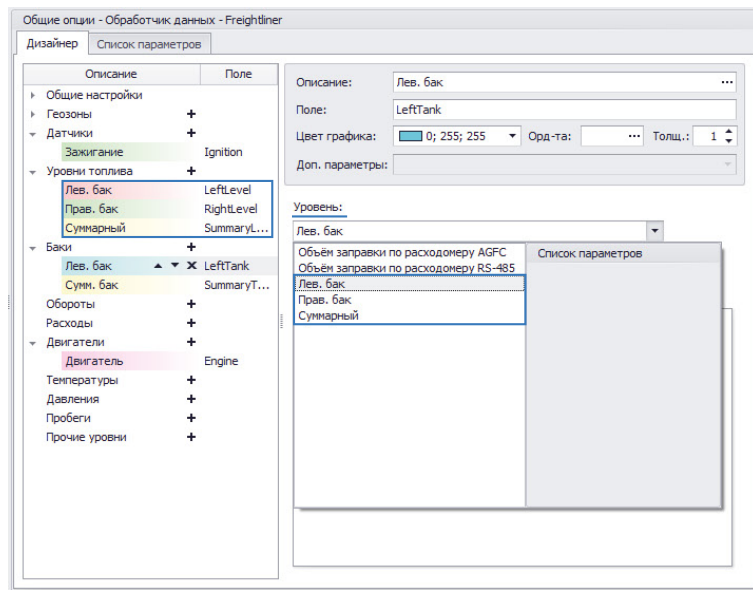

Рис.30. Определение уровня топлива в баке по показаниям датчиков уровня топлива.
- Для того чтобы программа использовала показания ранее настроенного датчика уровня топлива для поиска заправок и сливов топлива из настраиваемого бака, необходимо в списке «Уровень» выбрать нужный датчик уровня топлива (Рис.30). В данном списке отображаются все датчики уровня топлива, добавленные в группу параметров «Уровни топлива».